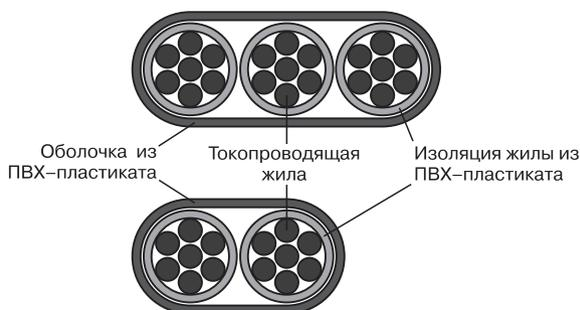

Рис. 5.1. Структура провода ПУНП
*Самыми популярными для использования в домашней электропроводке являются кабели **ВВГнг** (рис. 4.6) и **NYM** (рис. 4.16), реже из-за дешевизны используют провод **ПУНП** (рис. 5.1). Но использование последнего не рекомендуется!*
лочке из ПВХ-пластиката (рис. 5.1). Жилы могут быть окрашены в разные цвета.